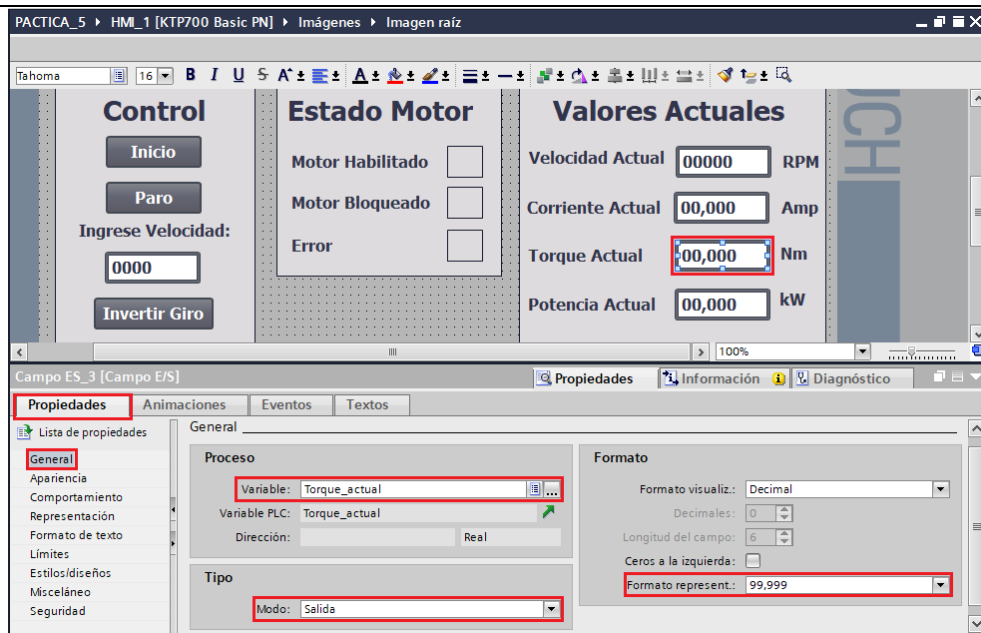

Figura 42. Configuración Torque actual
- En “Formato” / “Formato represent” escoger la opción “99,999” (ver Figura 42).